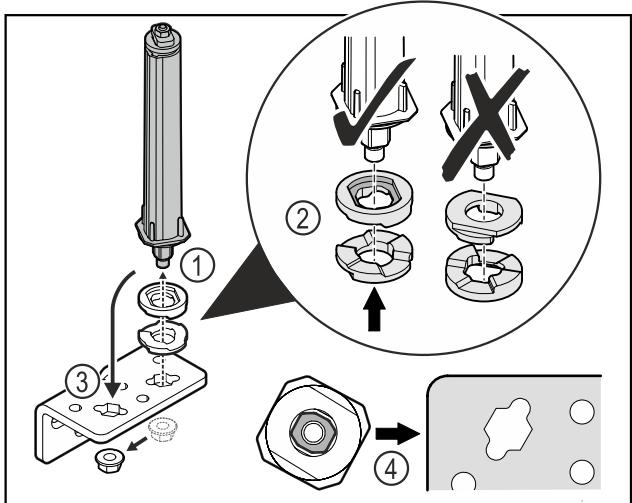

Fig. 25
- Soltar la tuerca y retirar el sistema de cierre de la puerta Fig. 25 (1).
- Tener en cuenta la orientación correcta de las arandelas de ajuste de altura Fig. 25 (2).
- Cambiar la posición del sistema de cierre de la puerta en la escuadra de bisagra y fijar con la tuerca Fig. 25 (3).
- Tener en cuenta la orientación correcta del sistema de cierre de la puerta al insertarlo Fig. 25 (4).